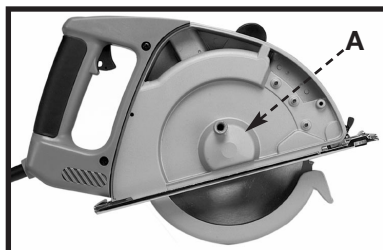

Fig. 8
3. Quite el colector de residuos (A) Fig. 8.